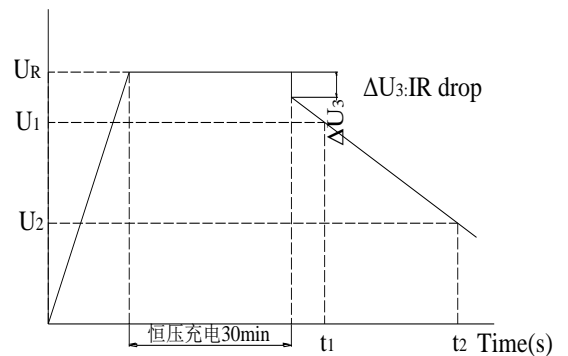

图 2 充放电曲线图
- (1) 将转换开关 S 切换到恒流/恒压源，以 3 mA 的电流给待测电容器恒流充电；
- (2) 在待测电容器的电压达到额定电压 U_R 后恒压充电 30min；
- (3) 在恒压充电 30min 后，将转换开关 S 切换到恒流放电装置以 3 mA 的电流恒流放电；测量电容器两端电压从放电开始到 U_1 (4.4 V) 和 U_2 (2.2 V) 的时间 t_1 和 t_2 ，如图 2 所示，根据下式计算电容器的容量：